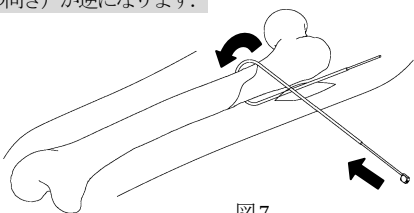

図7
- 7) ケーブルチューブへケーブルを通します。(図7) ケーブルを通す際は、上面側のチューブからケーブル先端を通して下さい。下面側から通した場合、ケーブルテンショナーの向き(先端ホルダーの向き)が逆になります。